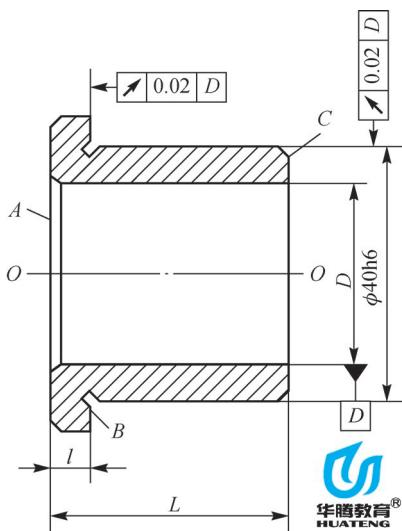

图 1-10 钻套
设计基准是在零件图上所采用的基准。它是标注设计尺寸的起点。如图 1-10 所示，轴心线  $O-O$  是各外圆和内孔的设计基准，端面  $A$  是端
(1) 定位基准。在加工中用作定位的基准称为定位基准。它是工件上与夹具定位元件直接接触的点、线或面。如图1-10所示的钻套，用内孔装在心轴上磨削 $\phi 40h6$ 外圆表面时，内孔表面是定位基面，孔的中心线就是定位基准。
(2) 工序基准。在工序图上，用来标定本工序被加工面尺寸和位置所采用的基准，称为工序基准。它是某一工序所要达到加工尺寸（工序尺寸）的起点。
(3) 测量基准。零件测量时所采用的基准称为测量基准。如图1-10所示，钻套以内孔套在心轴上测量外圆的径向圆跳动，内孔表面是测量基面，孔的中心线就是外圆的测量基准；用卡尺测量尺寸 $l$ 和 $L$ ，表面A是表面B、C的测量基准。
(4) 装配基准。装配时用以确定零件在机器中位置的基准，称为装配基准。图1-10所示的钻套， $\phi 40h6$ 外圆及端面B即为装配基准。
工艺基准是在加工、测量和装配时所使用的，必须是实在的。然而作为基准的点、线、面有时并不一定具体存在（如孔和外圆的中心线、两平面的对称中心面等），往往通过具体的表面来体现，用以体现基准的表面称为基面。例如，图1-10所示钻套的中心线是通过内孔表面来体现的，内孔表面就是基面。